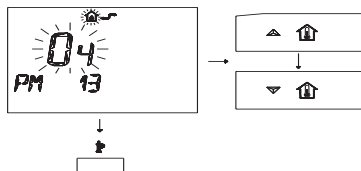

Figura 5.50 Remoto modifica.
- 4 Per modificare il SET programmato agire sui pulsanti o e aspettare che il numero programmato cominci a lampeggiare (**Figura 5.50**).